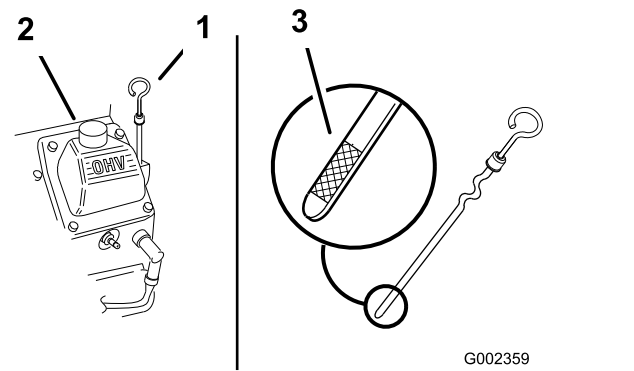

Bild 43
3. Nehmen Sie den Peilstab heraus und wischen Sie ihn ab. Stecken Sie ihn dann ein (Bild 43).
Der Ölstand sollte sich zwischen den Markierungen „F“ (voll) und „L“ (leer) auf dem Peilstab befinden (Bild 43).
5. Wenn der Ölstand unter der Leer-Marke (L) liegt, nehmen Sie die Füllrohrkappe (Bild 43) ab und gießen Sie genug Öl ein, um den Ölstand bis zur Voll-Marke (F) anzuheben.
2. Reinigen Sie den Bereich um den Ölpeilstab (Bild 43), damit kein Schmutz in den Einfüllstutzen gelangen und den Motor beschädigen kann.